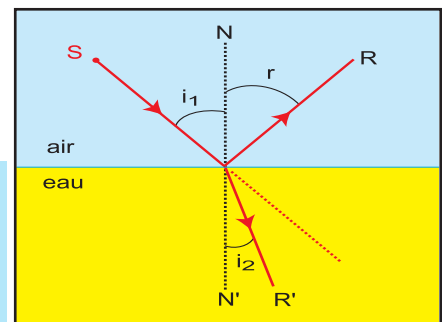

Fig .2
- On appelle angle de réfraction (symbolisé par i_2) l'angle que fait le rayon réfracté avec la normale à la surface réfringente au point d'incidence (Fig.2).